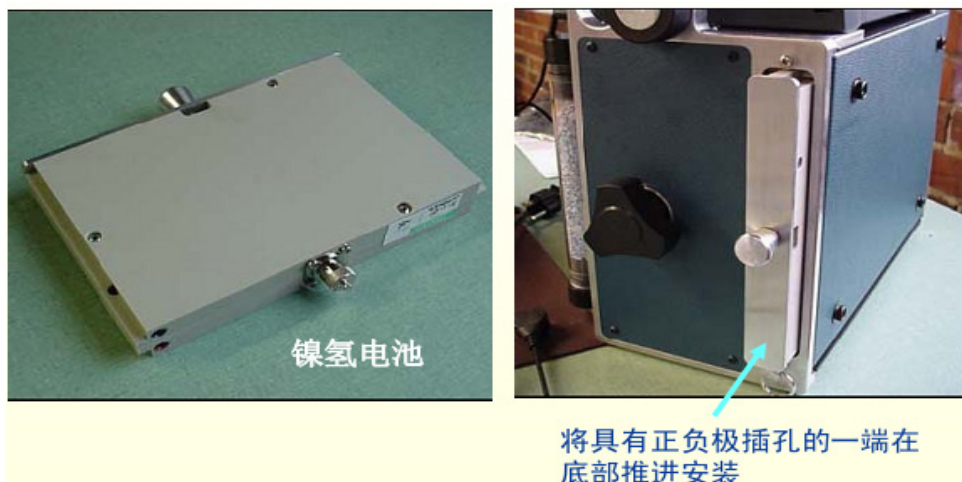

图 3. 电源连接及电池安装
2.3 电源连接、安装电池 (图 3)，该系统由镍氢电池为主机、叶室风扇、LED 光源、温度控制供电。